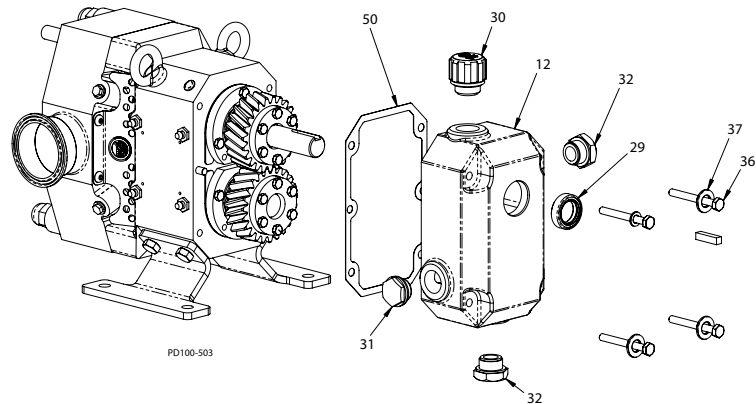

Figure 64 - Installer le couvercle d'engrenage
1. Appuyez le joint d'arbre d'entrée (Figure 64, objet 29) dans la rainure du couvercle d'engrenage (objet 12).